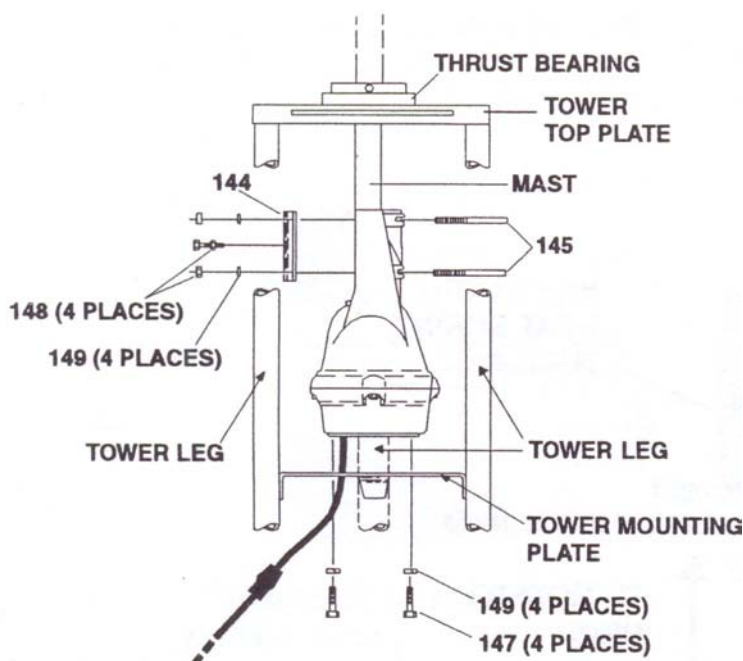

Figure 4
- A. Traliccio montato come in Fig. 4...15 piedi quadr. (1,4 m²) di
Ci sono tre tipi generali di installazioni (Vedi Fig. 4, 5 e 6)..
Il rotatore viene montato all'interno di un traliccio (vedi Fig 4) su una piastra piana mediante 4 bulloni forniti nel kit della bulloneria. Seguire il procedimento qui sotto indicato:
3. Il rotatore è montato sulla piastra del traliccio mediante 4 bulloni e rondelle elastiche (vedi Fig. 4). La piastra piana del traliccio deve essere forata in 4 punti usando la mascherina fornita con questo manuale a meno che la piastra del traliccio sia già stata correttamente forata.
5. Provare a montare il mast sulla parte superiore del rotatore usando i cavallotti (bulloni a U), i dadi e le rondelle elastiche attraverso il rotatore e bloccare la piastra come illustrato in Fig. 4. Il massimo diametro esterno del mast che può essere usato è di 2 1/16". Si raccomanda tubo di acciaio da 1 1/2" nominale con 1,9" di diametro esterno con spessore normale di 0,145". Con sistemi di antenne "accatastati" o antenne molto grandi, si raccomanda uno spessore per servizio pesante di 0,200". Entrambi i tubi di acciaio possono essere acquistati con i dati tecnici ASTM 120.